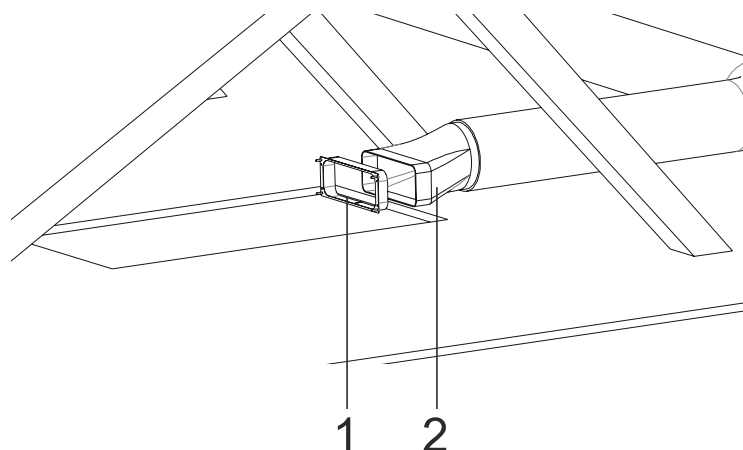

Fig. 30
5. ➔ Montér det rektangulære studs på rund/flad adapteren (Fig. 30)